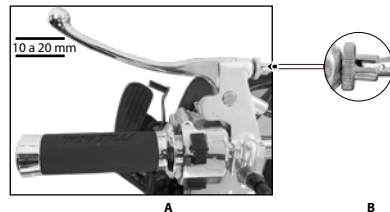

Imagen 21. Ajuste de la palanca del embrague.
1. Ubicar la tuerca y el tornillo templador de ajuste de la palanca del embrague. Ver imagen 21-B.
3. Girar la tuerca a la izquierda para reducir la carrera libre y a la derecha para aumentarla. La carrera libre del extremo de la palanca del embrague debe estar entre los 10 a 20 mm. Ver imagen 21-A.